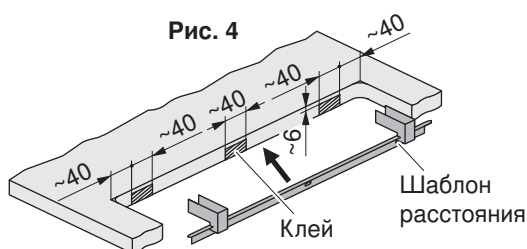

Рис. 4
2. Экономно нанести на склеиваемую поверхность камня быстродействующий клей (**рис. 4**).
4. Установить два шаблона расстояния на первый опорный уголок (**рис. 4**).